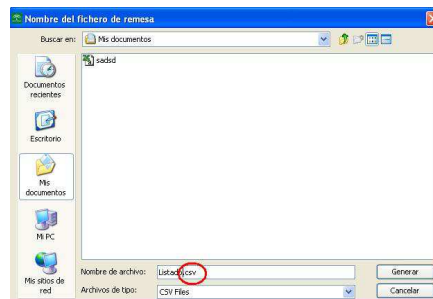

Fig. 21
- **Exportar listado:** Permite obtener un listado de las explotaciones que contiene la BBDD, según sean originales, modificadas o finalizadas. Al seleccionar esta opción, nos pide la ruta en la que queremos guardar dicho listado en formato CSV (Fig. 21) (importante: hay que indicar la extensión .csv al nombre del archivo), compatible con Excel. Ej. de listado en fig. 22.